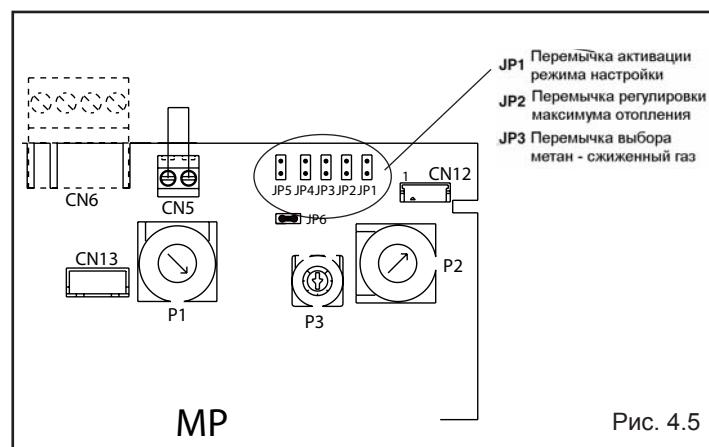

Рис. 4.5
- Установите перемычку JP1 (рис. 4.5), при этом ручки, расположенные на панели управления, начнут выполнять функции регулирования минимума и максимума для режима отопления. На дисплее появляется ADJ чтобы показать, что регулировка выполняется.
- Установите перемычку JP2 (рис. 4.5)
- На плате управления (рис. 4.5):